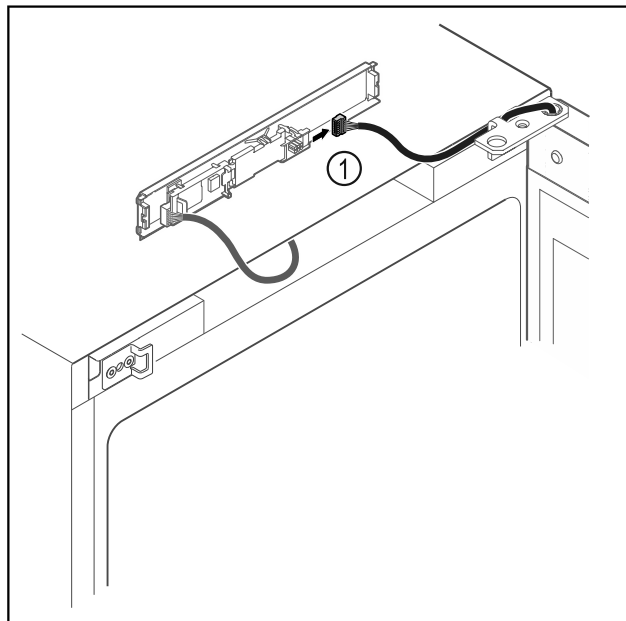

Fig. 19
- ▶ Lossa kontakten Fig. 19 (1) från kretskortet.